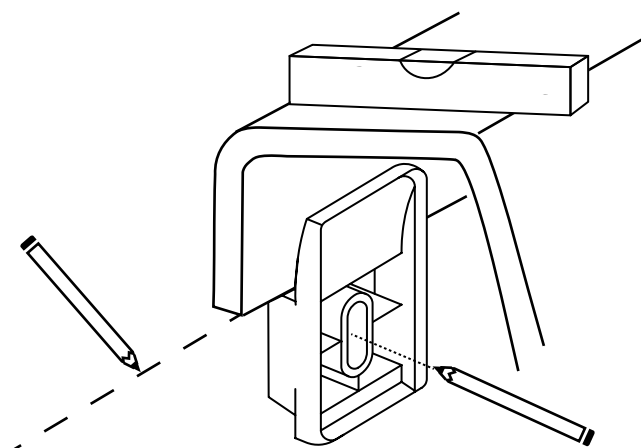

рисунок 9
- 6.2. Проведите линию карандашом на стене по нижнему краю бортов ванны. Сделайте на стене метки на расстоянии 200–300 мм от углов ванны - рисунок 9.